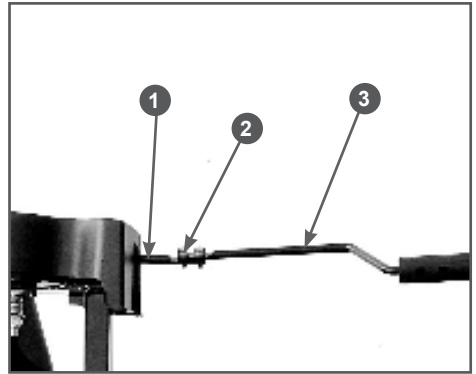

Рис. 16 Установка вала управления поворотом желоба
10. Установите вал управления поворотом желоба (только для ST661). Вставьте круглый конец вала управления поворотом желоба в отверстие 3 на панели (Рис. 10). Второй конец вала соедините с валом 1 механизма поворота желоба с помощью двух болтов 2 (Рис. 16).